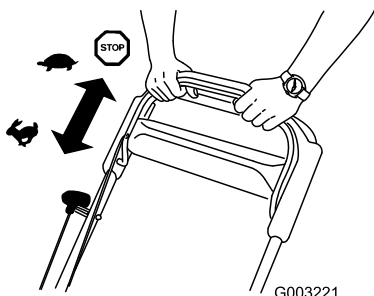

**Figura 15**
2. Tire del arrancador de retroceso (Figura 15).